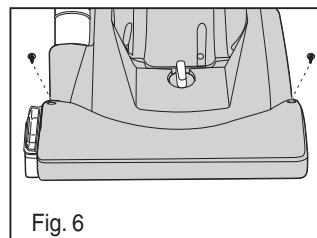

Fig. 6
- 8) Replace 2 screws (Fig. 6).